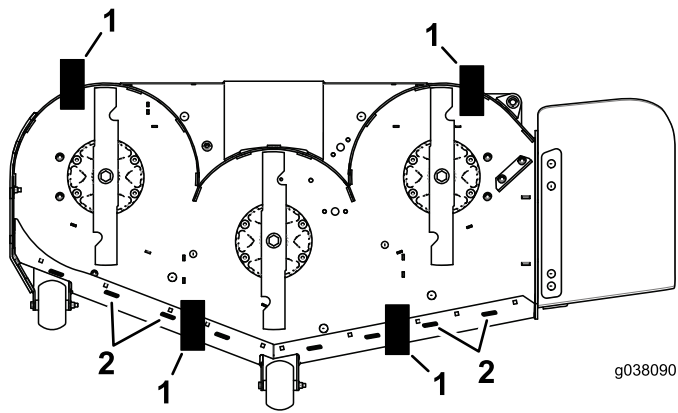

Figura 101
11. Coloque 2 bloques (ver *Altura de bloque y soporte*) debajo del borde trasero del faldón de la carcasa de corte, uno en cada lado de la carcasa de corte (Figura 101).